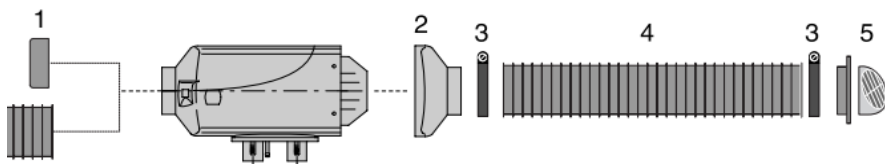

Fig. 28
- ☐ Montieren Sie ein Schutzgitter **Fig. 28** (1) am Heizlufteintritt sowie am Heizluftaustritt des Heizgerätes, um Verletzungen durch den Impeller oder Verbrennungen durch Berührung des Wärmetauschers zu vermeiden.